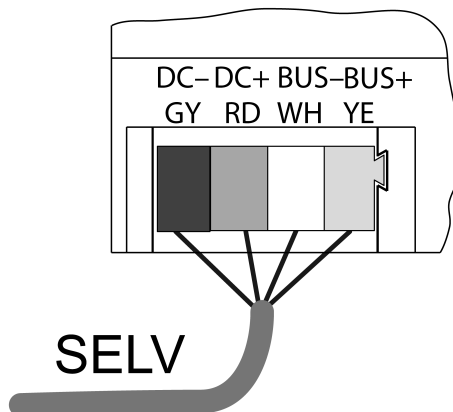

Bild 1: Anslutningsplan bussledning
- Anslut en apparat med busskabel (Bild 1) till mottagarmodulen REG och till spänningsförsörjning (se anvisningar för mottagarmodul REG och spänningsförsörjning).